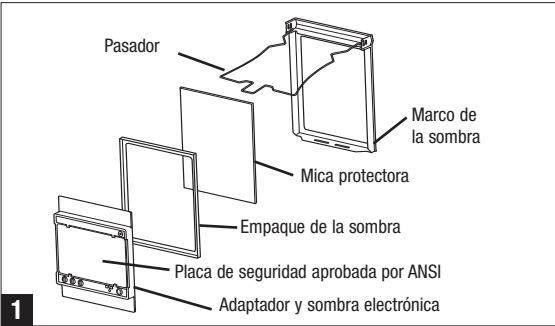

Fig. 1: El lugar del lente se encuentra en el marco de lente localizado en el protector de soldadura.
El ensamble es inсталado en el protector de soldadura de 3M™ L-150, L-153 ó L-184. Consulte la Fig. 1 para ver la instalación correcta de las partes que la conforman.
- Suavemente, jale el pasador, (Fig.1) hacia el “mentón” de la máscara hasta que salga de las dos ranuras en el marco de la sombra, luego retírelo hacia arriba para que no estorbe.
- Ensamble las piezas del lente como se muestra en la Fig. 1. Asegúrese de colocar las piezas en la secuencia indicada, y (cuando se indique) colóquelas mirando hacia la dirección que se muestra. Al utilizar la sombra electrónca para soldadura, asegúrese de utilizar el adaptador de la sombra incluido con la misma, ya que de lo contrario podría tener filtraciones de luz. Hay dos adaptadores para sombra electrónica diferentes incluidos con el producto. Un adaptador le permite colocar la sombra electrónica directamente en el centro de la abertura en la protección para soldadura. El otro le permite colocar la sombra electrónica hacia la parte superior de la protección para soldadura. Seleccione el adaptador que sea más adecuado para sus necesidades de trabajo. También, al utilizar la sombra electrónica para soldadura, el punto de giro del pasador de la sombra debe cambiarse de las ranuras inferiores a las ranuras superiores.
Si el pasador se desprende, vuelva a instalarlo de manera que la parte curva quede en la dirección que se muestra. La parte curva del pasador debe mirar en dirección de las capas de la sombra. Con la sombra electrónica más gruesa, el pasador debe ir en las bisagras superiores del marco (como se muestra en la Fig. 1.)